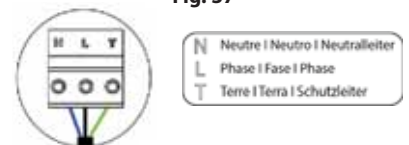

Fig. 38
Il collegamento per l'alimentazione elettrica al modulo avviene mediante un morsetto a 3 pin ①. Fissare i cavi con le viti del morsetto rispettando la sua polarità (Fig. 38).